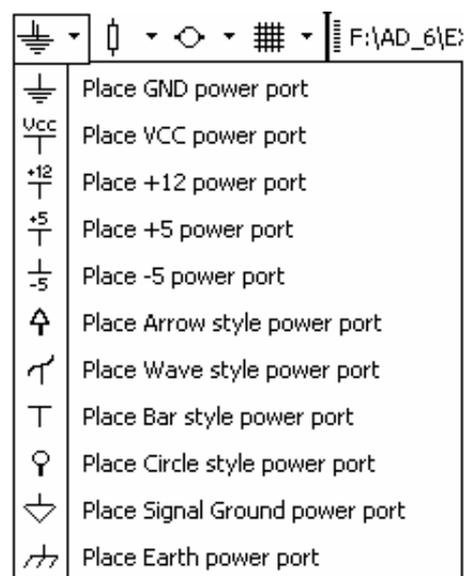

Рис. 5.5
- Power Port – метки цепей питания и Земли – всего 11 разновидностей метки (рис. 5.5). Объединяют в глобальную цепь сегменты с одинаковой меткой во всем проекте.